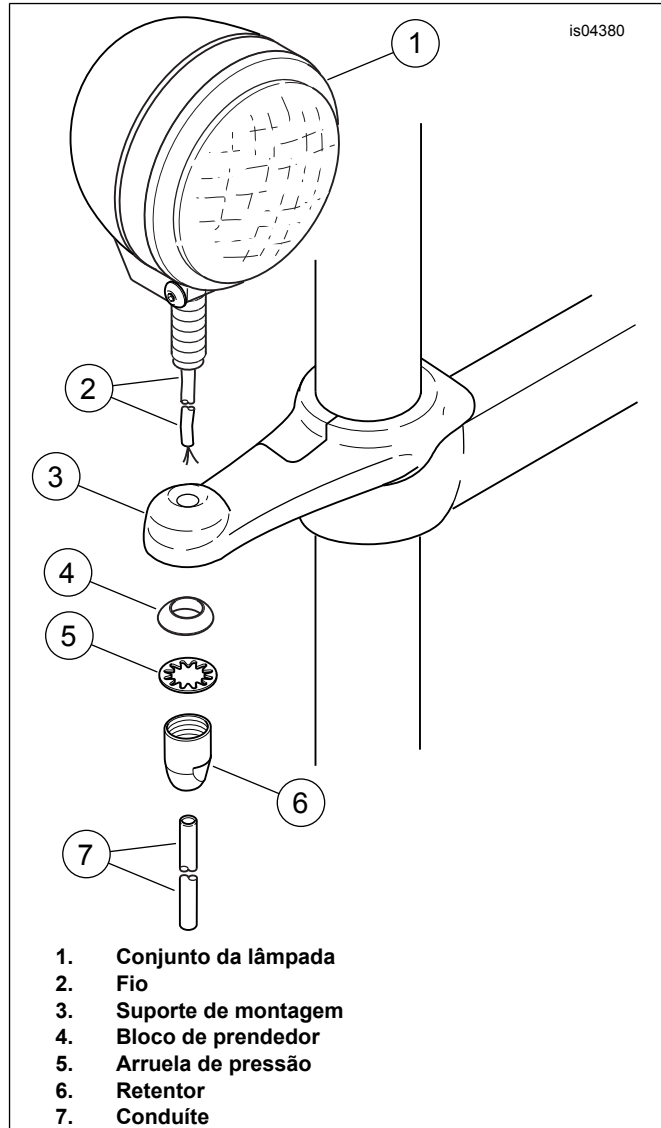

Figura 2. Instalação das lâmpadas
7. Veja Figura 2. Oriente o fio (2) da lâmpada de perseguição azul (1) através do suporte de montagem do lado direito (3) e fixe a lâmpada no suporte usando um bloco do prendedor (4), uma arruela de pressão (5) e um retentor (6). Aperte o retentor com torque de 22–24 N·m (16–18 ft-lbs).